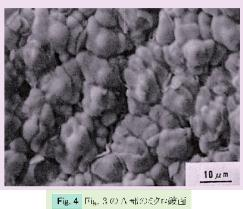
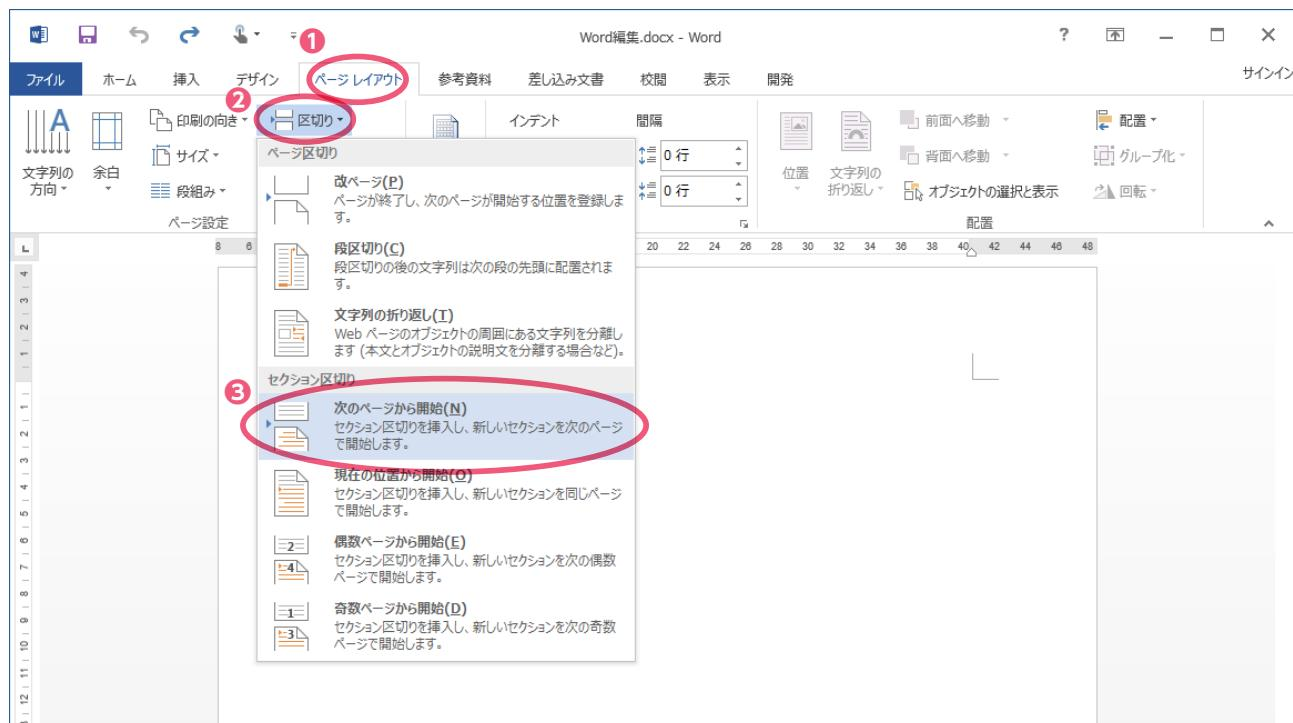

Fig. 3 Fig. 2 のスケッチ
図4 新しいセクションの開始
13 Fig. 1 ～Fig. 4 の位置
15 Fig. 3 Fig. 2 のスケッチ
16 Fig. 4 Fig. 3 のスケッチ
偶数ページの左上には、セクションのタイトルがヘッダーとして挿入されています。新しいセクションを挿入される場合は、①で新しく追加したページの偶数ページの先頭にカーソルを移動し、[ページレイアウト]タブ → [ページ設定]グループ → [区切り] → [次のページから開始]を選びます。すると直前のページの末尾にセクション区切りが挿入されます(図4)。